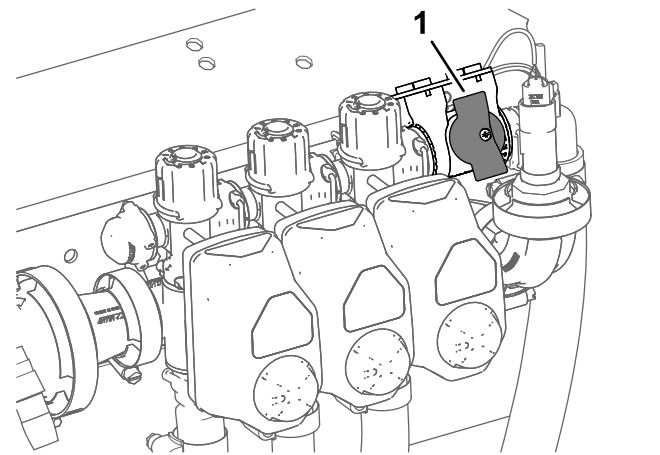

Figure 38
2. Tournez la vanne de coupure de dérivation de section à la position fermée (Figure 38).